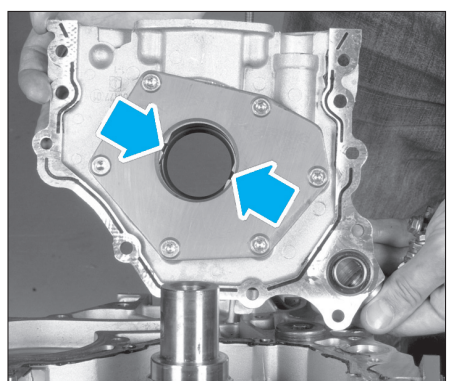

Fig. 15
- Engager la pompe à huile sur le vilebrequin en alignant les deux méplats de la pompe sur ceux du vilebrequin (Fig.15).